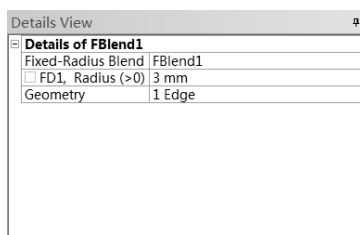

图 2-12 确定半径倒圆角设置面板
(7) Fixed Radius Blend (确定半径倒圆角): 选择此命令, 弹出如图 2-12 所示的倒圆角设置面板。